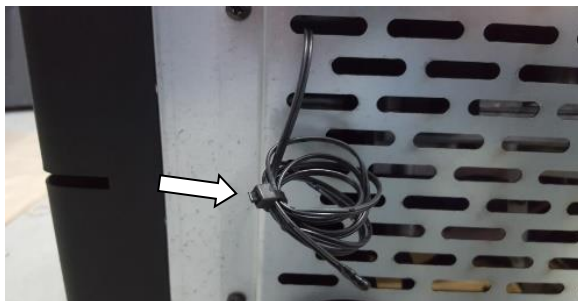

Figura 15 – Sonda a temperatura ambiente
- Las salamandras *Pelotillas* Tienen una sonda para medir la temperatura ambiente. Esta sonda está fijada a la rejilla trasera (Figura 15). Para una lectura más precisa de la temperatura ambiente, evite el contacto del extremo de la sonda con el marco de la máquina. Si quieres, también puedes fijarlo en la pared junto a la máquina.